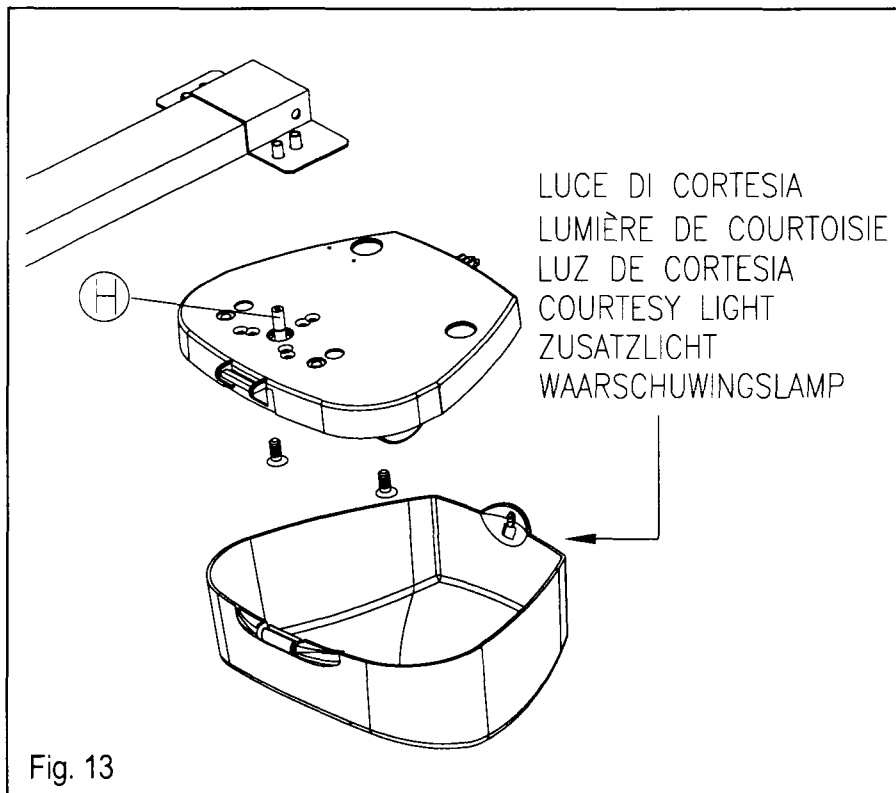

Fig. 13
**INSTALACIÓN DEL MOTORREDUCTOR:** coloque el motorreductor en la parte final trasera de la guía hasta que el eje de tracción H se inserte completamente. Ayúdese girando el motorreductor. Fije el motorreductor con los tornillos de cabeza avellanada M8x30 (fig. 13). Posteriormente, prepare la instalación eléctrica. Si el garaje es pequeño y se desea mejorar la luminosidad, el motorreductor ZEN puede montarse girado 180°(al contrario de la fig. 13), orientando de esta manera la luz de cortesía hacia afuera.